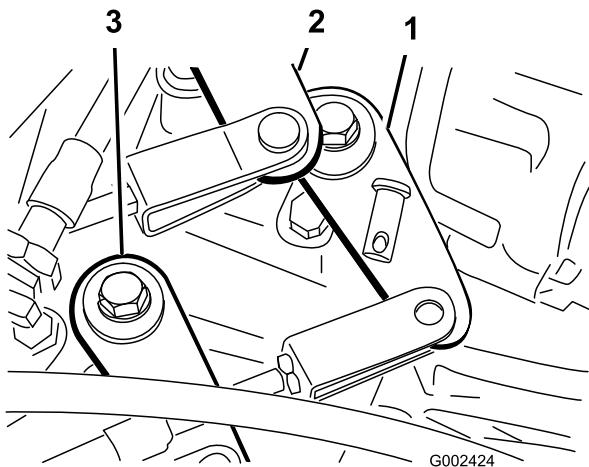

図 54
- シフトケーブルをトランスアクスルのシフトアームに固定しているクレビスピンドルを取り付ける図54。
- ハイローケーブルをトランスアクスルに固定しているクレビスピンドルを取り付ける図54。